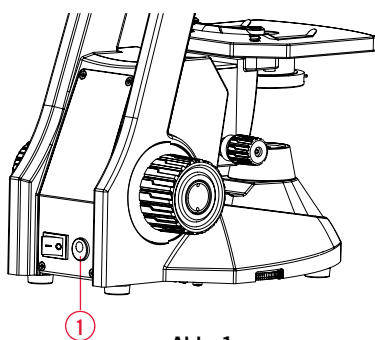

Abb. 1
- Das Ladegerät mit dem Netz verbinden. Vor dem Verbinden beachten Sie, dass die Spannung von Netz und Gerät übereinstimmt. (Abb. 1)